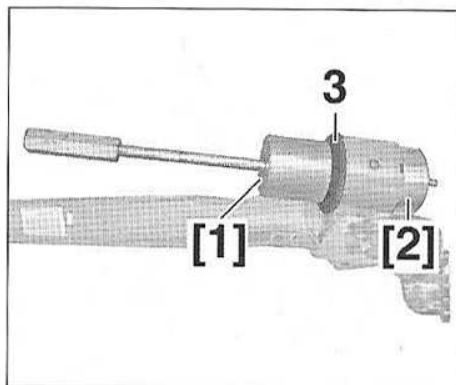

FIG.78
- A l'aide des outils [1] et [2], déposer le palier élastique (3) (Fig.78).